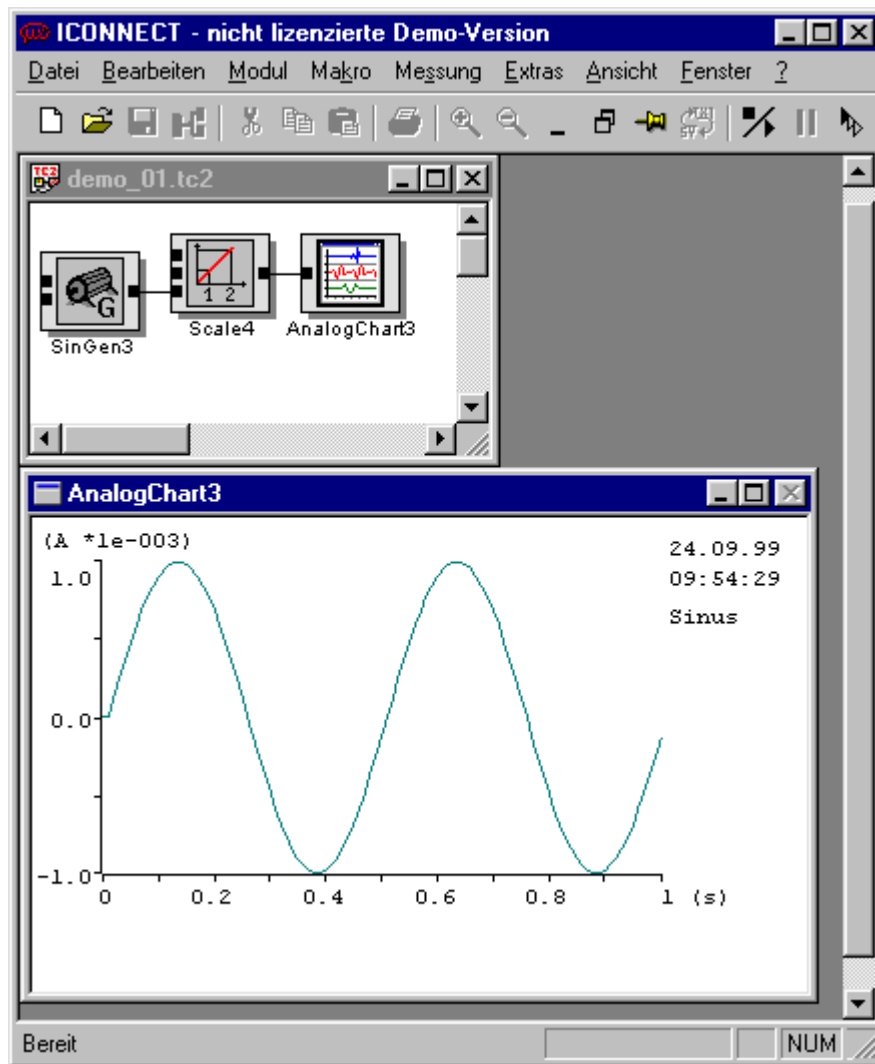

Abb. 2.2: ICONNECT Programm
Mit dem in Abb. 2.2 vorgestellten Beispiel soll nun die Funktionsweise der Entwicklungsumgebung erarbeitet werden.
Abb. 2.2 zeigt ICONNECT mit zwei geöffneten Fenstern am Bildschirm. Im Fenster mit der Bezeichnung **demo_01 - Signalgraph aktiv** ist das Beispiel eines Signalgraphen dargestellt. Die einzelnen Module führen unterschiedliche Aufgaben aus, wie z.B. I/O-Operationen, logische und arithmetische Funktionen bis zur Visualisierung von bearbeiteten Meßdaten. Alle Module besitzen auf der linken Seite ihre Eingänge und auf der rechten Seite die Ausgänge. Über diese Modulports werden die Daten in den parametrisierten Algorithmus eingespeist und nach der Bearbeitung ausgegeben. Das Fenster mit der Bezeichnung **AnalogChart1** ist das zum gleichnamigen Modul gehörende Displayfenster. Es visualisiert die verarbeiteten Meßdaten. Der Signalgraph wird über die Icons in der Standard-Symbolleiste
Die Funktion eines Signalgraphen ist aus dem Blockschaltbild erkennbar. Im Signalgraph aus Abb. 2.2 wird im Modul **SinGen1** (FuncGen) ein sinusförmiges Signal erzeugt. Das Modul **Scale1** skaliert dieses Signal auf einen Bereich von -1 bis 1 Milli-Ampere. ICONNECT führt in allen Kommunikationskanälen Informationen über die charakteristischen Eigenschaften eines Signals mit. Diese enthalten auch die Einheit und den Bereich eines Signals. In jedem Modul werden diese Informationen weitergegeben oder modifiziert. In den Displays wird somit die Anzeige der richtigen Einheiten gewährleistet (siehe Kap. 4). Im **AnalogChart1** werden die aufgenommenen Daten gemäß den Parametereinstellungen an das Displayfenster geschickt und dort angezeigt.
*Die Modul-Beschriftung in einem Signalgraphen besteht aus **Modul-Name** und **Modul-Nummer** (z.B. **Scale1**, Abb. 2.2). In einer ICONNECT-Sitzung werden die Modulnummerierungen hochgezählt. Abweichungen zwischen den abgebildeten Signalgraphen im Tutorial und auf Ihrem Bildschirm sind deshalb möglich.*